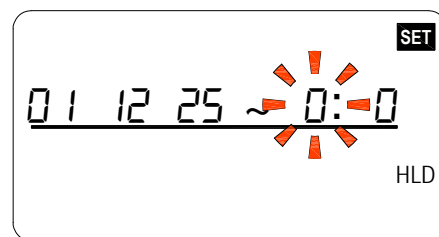

Abbildung 33
9. Drücken Sie  um die Starttag-Einstellungen zu speichern. Es wird das gewählte Startdatum angezeigt, dann wechselt die Anzeige zur Einstellung des Enddatums und die Monatsstelle blinkt, siehe Abbildung 33.